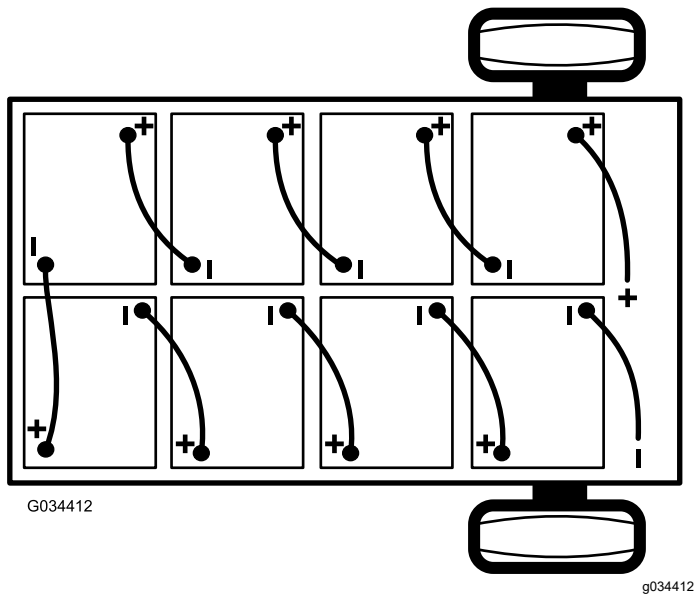

Bild 38
2. Schließen Sie das Hauptminuskabel (schwarz) ab, mit dem die Batterien an der Erdungsstelle der Maschine angeschlossen sind (**Bild 38**).
- Schließen Sie das Hauptpluskabel (rot) der Batterie ab, mit dem die Bank der Batterien am Hauptanschluss der Maschine angeschlossen ist (Bild 38).
Hinweis: Achten Sie auf die Batteriepolartität, wenn Sie neue Batterien einsetzen (Bild 38).
- Schließen Sie die Batterien mit den Batterieverbundungskabeln, die Sie in Schritt 1 entfernt haben, zusammen, wie in Bild 38 abgebildet.
- Schließen Sie das Hauptpluskabel (rot) der Batterie zwischen der Bank der Batterien und der Maschine an (Bild 38).
- Schließen Sie das Hauptminuskabel (schwarz) zwischen den Batterien und der Maschine an (Bild 38).